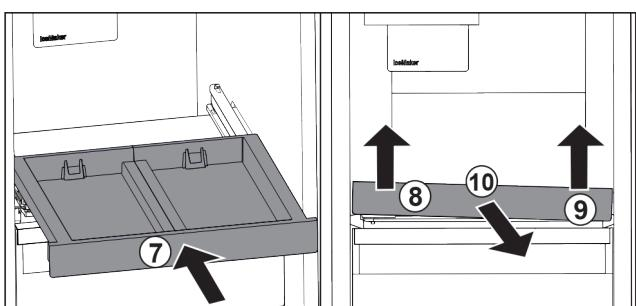

Fig. 82
- Gurnite izvlačnu ploču. Fig. 82 (7)
- Podignite izvlačnu ploču naprijed lijevo. Fig. 82 (8)
- Podignite izvlačnu ploču naprijed desno. Fig. 82 (9)
- Izvadite izvlačnu ploču prema naprijed. Fig. 82 (10)